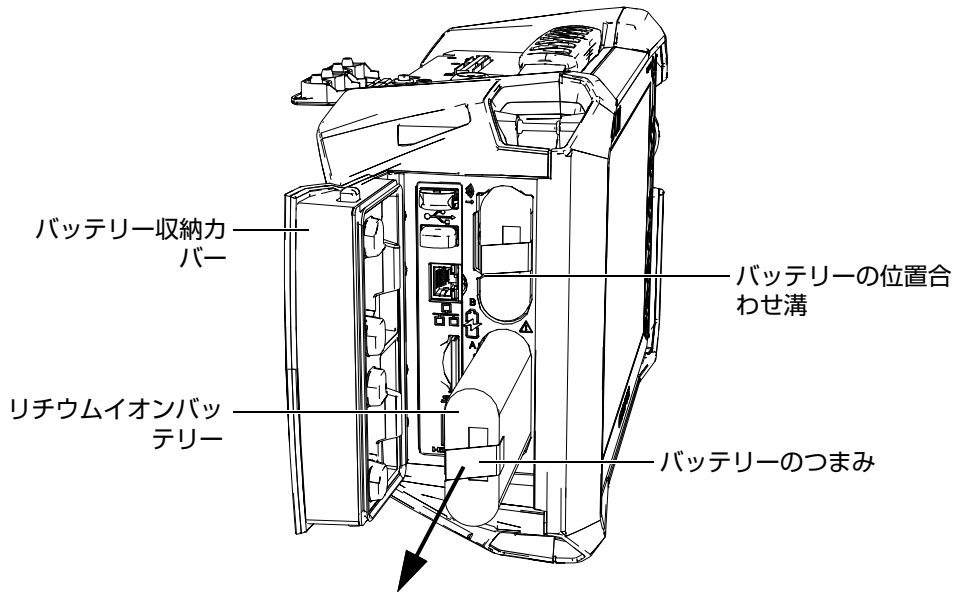

図 3-3 リチウムイオンバッテリーの取り外し
2. バッテリーを内部に押し込み、つまみを左側に引いてバッテリーを引き出します (45 ページの図 3-3)。